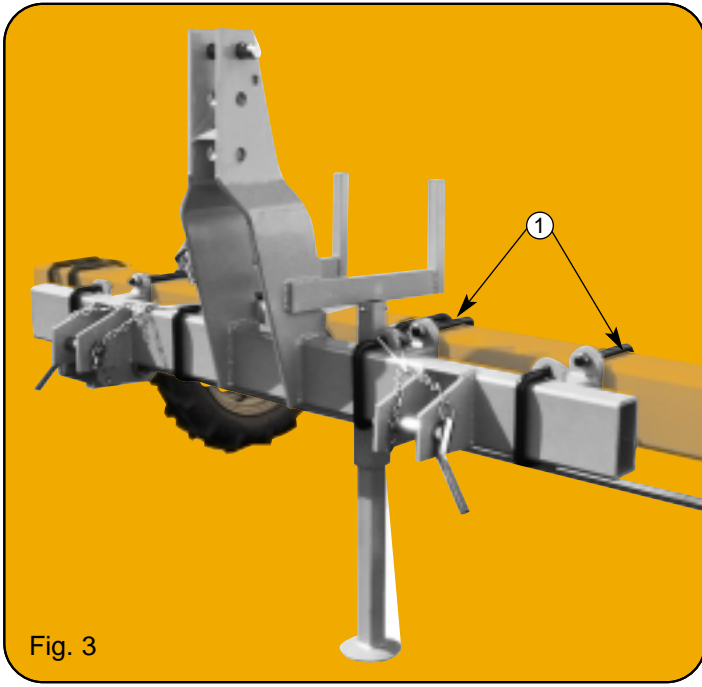

Fig. 3
**Attelage :** Montage suivant fig. 3 pour attelage « Maraîcher » ; répartir convenablement les brides de jonction ① aux endroits disponibles de la barre porte-outils.
**Hitch :** Assembly according to fig. 3 for vegetable hitch ; correctly position the spacer clamps ① on the available space on the toolbar.
**Dreipunktbock :** Montage entsprechend Fig.3 für den «Gemüse» Dreipunktbock ; Platzieren Sie die Verbindungshalter ① richtig auf dem Rahmen.
**Enganche :** montaje Fig. 3 en caso de enganche «hortícola» ; repartir convenientemente las bridas de unión ① en los sitios disponibles sobre la barra portadora.